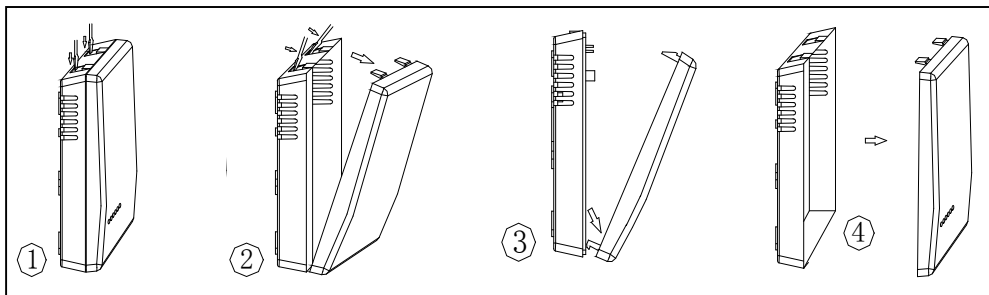

Fig.2
- **Fig. 2:** Der Abbildung Fig. 2 können Sie alle Abmessungen der Montagevorrichtungen entnehmen. Prinzipiell gibt es zwei Möglichkeiten das Gerät an der Wand zu montieren. Die Rückplatte lässt sich mit zwei Schrauben fest an der Wand montieren oder Sie hängen das Gerät einfach an eine(r)(m) Nagel/Schraube auf.